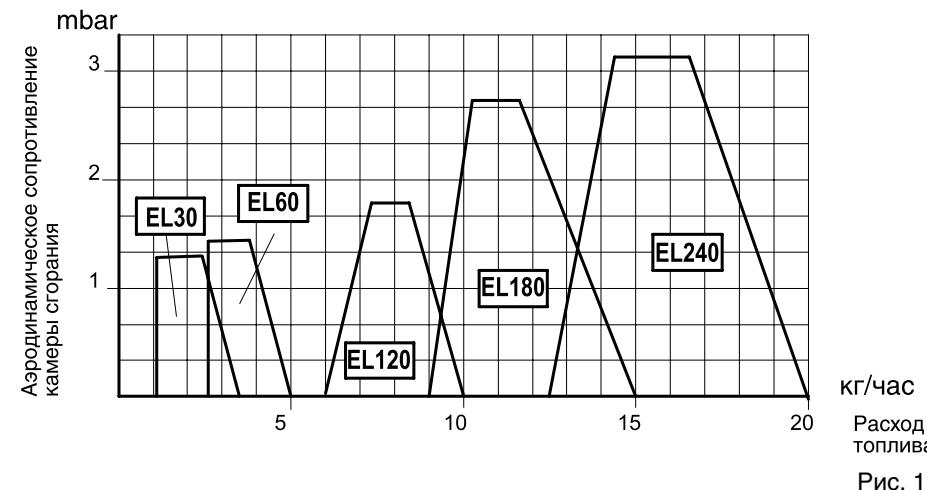

Рис. 16
**ВНИМАНИЕ!** Горелки могут работать только в определенном диапазоне аэродинамического сопротивления. На графике Рис. 16 указаны рекомендуемые величины и зависимость между аэродинамическим сопротивлением камеры сгорания и расходом топлива.